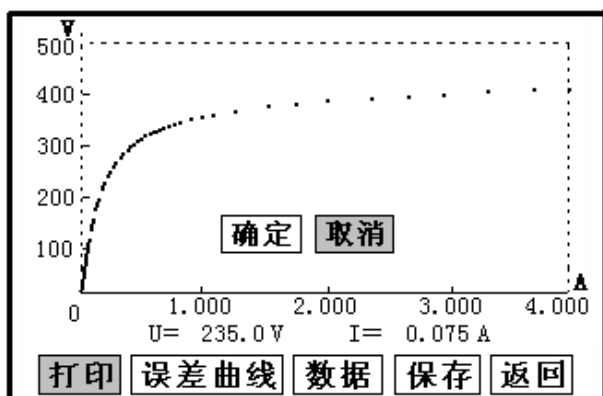

图 8
- **打印**：旋转鼠标将光标移动至“**打印**”选项,按下旋转鼠标（如图 8），选择确定后，先打印伏安特性曲线，然后打印数据，打印数据仪器自动进行筛选，方便用户做报告用。同时减少更换打印纸的频率，节省时间，提高效率。